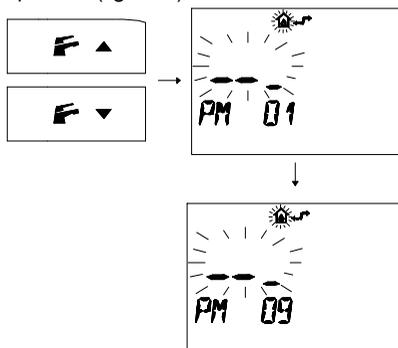

fig. 9.20
- 3 Premere i pulsanti  o  per visualizzare la programmazione "PM 09" modo spazzacamino (fig. 9.20)